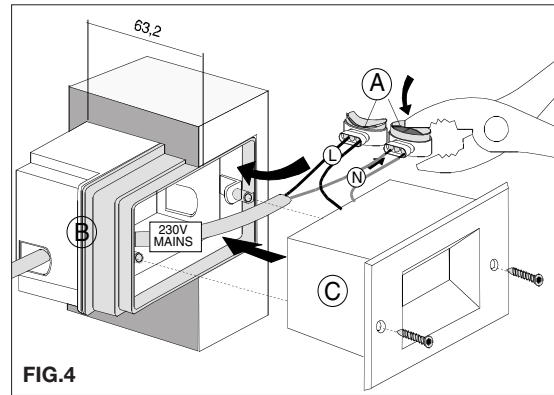

FIG.4
- Murare la scatola elettrica **B** (tipo 503 con estensione 503ESE in dotazione) a filo dell'intonaco e inserire il cavo di rete. (FIG.4)
- Inserire i morsetti cablati **A** e l'apparecchio **C** nella scatola a muro **B** e fissarlo con le viti in dotazione. (FIG.4)
- Wall the electrical box **B** (type 503 with the spacer 503ESE included) to the same level of the plaster and insert the main cable. (FIG.4)
- Insert the wired clamps **A** and the fitting **C** into the wall box **B** fixing through the included screws. (FIG.4)
- Encastrer la boîte électrique **B** (type 503 avec l'entretoise 503ESE fournie) au ras du plâtre et insérez le câble de réseau. (FIG.4)
- Insérez les bornes câblées **A** et l'appareil **C** dans la boîte au mur **B** et le fixer avec les vis en dotation. (FIG.4)